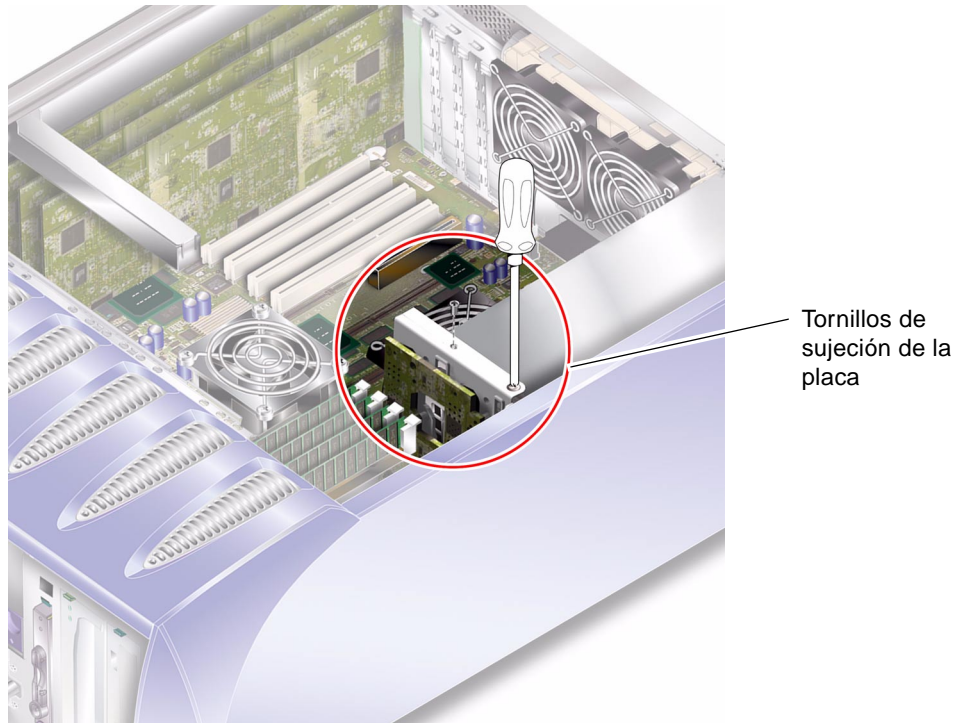

FIGURA 1-12 Tornillos de sujeción de la placa de distribución de alimentación eléctrica
7. Suelte los dos tornillos que fijan la placa de distribución de alimentación eléctrica al chasis. (Consulte la FIGURA 1-12.)